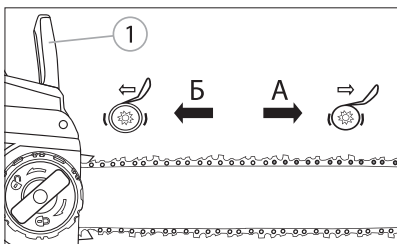

Рис. 11
Тормоз цепи 1 (рис. 11) имеет два положения:
1. Тормоз включен (цепь не двигается), когда рычаг тормоза направлен вперед (А, рис. 11). В этом случае цепь не должна двигаться.
2. Тормоз выключен (цепь может двигаться), когда рычаг тормоза оттянут назад и заблокирован (Б, рис. 11). В этом случае цепь должна свободно двигаться по шине.